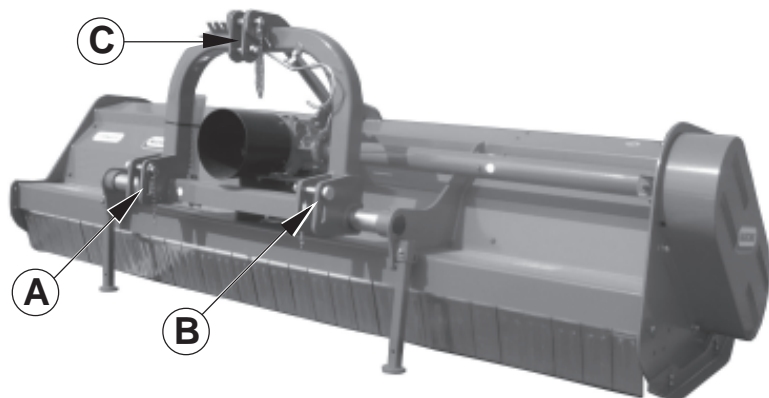

Fig. 7
Le piastre (A-B-C Fig. 7) vanno montate sempre e solo come illustrato in Fig. 7 con i fori posizionati anteriormente al tubo quadro.
The plates (A-B-C Fig. 7) are always mounted only as illustrated in Fig. 7, with the holes positioned in front of the square tube.
Les plaques (A-B-C Fig. 7) ne doivent être montées que comme illustré sur la Fig. 7 avec les trous positionnés à l'avant du tube carré.
Die in Abb. 7 mit A-B-C angeführten Platten haben stets wie in dieser Abbildung 7 aufgezeigt montiert zu werden - d.h. die Lochungen werden vor das Flachrohr gesetzt.
Las placas (A-B-C Fig. 7) tienen que instalarse siempre y sólo como ilustrado en la Fig. 7, con los agujeros colocados adelante del tubo cuadrado.
- 1- Accostare le barre del sollevatore ponendole all'interno delle piastre (A-B-C Fig. 7), inserire il perno nel foro predisposto e bloccare con le copiglie a scatto.
- 4 -Collegare il terzo punto superiore (C Fig.7) ed effettuare una corretta regolazione con il tirante, verificando che il piano superiore della macchina risulti parallelo al piano terra.
- 1- *Near the lift bars, setting them in the most suitable plates (A-B-C Fig. 7). Insert the pin into the relative hole and lock in place with the snap-in split pins.*
- 4 - *Connect the upper third-point (C Fig. 7) and correctly regulate by means of the adjuster, checking that the upper surface of the machine is parallel to the ground. This is very important since it achieves parallelism between the axis of the machine and that of the tractor pto.*
- 1- Approchez les barres du relevage en les plaçant à l'intérieur des plaques les plus appropriées (A-B-C Fig. 7), introduisez l'axe dans le trou correspondant débloquez par les goupilles à encastrement.
- 4 - Reliez le troisième point supérieur (C Fig. 7) et réglez correctement à l'aide du tirant. Assurez-vous que le plan supérieur de la machine soit pratiquement parallèle au terrain. Ceci est très important en vue d'obtenir le parallélisme entre l'axe de la houe et celui de la prise de force du tracteur.
- 1- *Die Lenker des Krafthebers annähern und in die am besten geeigneten Platten schieben (A-B-C Abb. 7). Den Bolzen in das Loch stecken und mit dem einrastenden Splint blockieren.*
- 4 - *Den oberen Kupplungspunkt (C Abb. 7) anschließen und den oberen Lenker korrekt einstellen. Sicherstellen, daß die obere Haubenkante der Maschine parallel zum Boden steht. Das ist sehr wichtig, um die Parallelität zwischen der Achse der Maschine und der der Schlepper-Zapfwelle zu erhalten. Wenn diese Parallelität gegeben ist, wird die Zapfwelle weniger belastet und das Leben von Gelenkwelle und Gerät wird verlängert.*
- 1- Acercar las barras del elevador poniéndolas dentro de las placas más indicadas (A-B-C Fig. 7), introducir el perno en el orificio y bloquear con los pasadores de resorte.
- 4 - Conectar el tercer punto superior (C Fig. 7) y efectuar una correcta regulación con el tirante de regulación controlando que el plano superior de la máquina resulte paralelo al plano al nivel del suelo. Esto es muy importante para obtener paralelismo entre el eje de la máquina y el eje de la toma de fuerza del tractor. Esto permite limitar los esfuerzos sobre la toma de fuerza misma y hacer durar el árbol cardánico y la máquina misma.